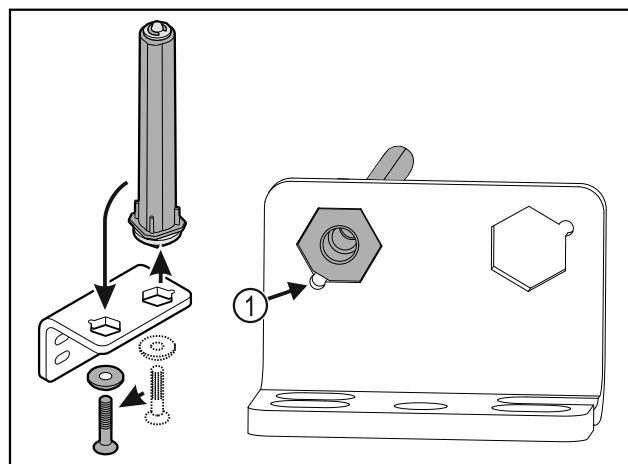

Fig. 39
- Bëni kujdes që gjatë vendosjes, e prera e kokës së bulonit Fig. 39 (1) të jetë e drejtuar nga vrima e rrumbullakët.